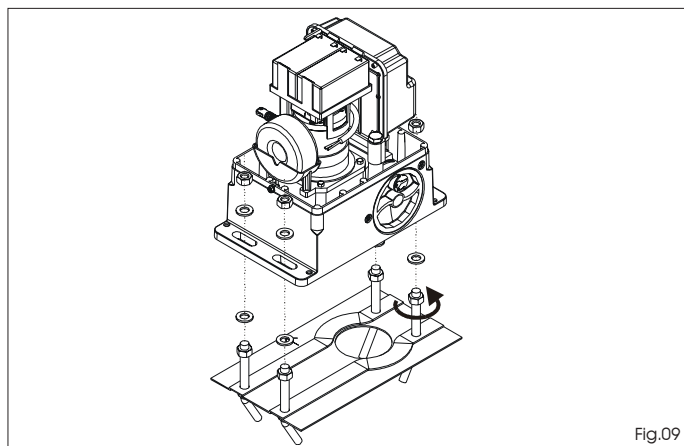

Fig.09
- Placer l'opérateur sur la plaque de fondation en utilisant les rondelles et les écrous fournis d'après la Fig. 09. Durant cette opération faire passer les câbles à travers les ouvertures spécifiques réalisées dans le corps du moteur (Voir Fig. 01 réf. 9). Si nécessaire, il est possible, en utilisant un marteau, d'unir les deux trous en obtenant un passage plus large.